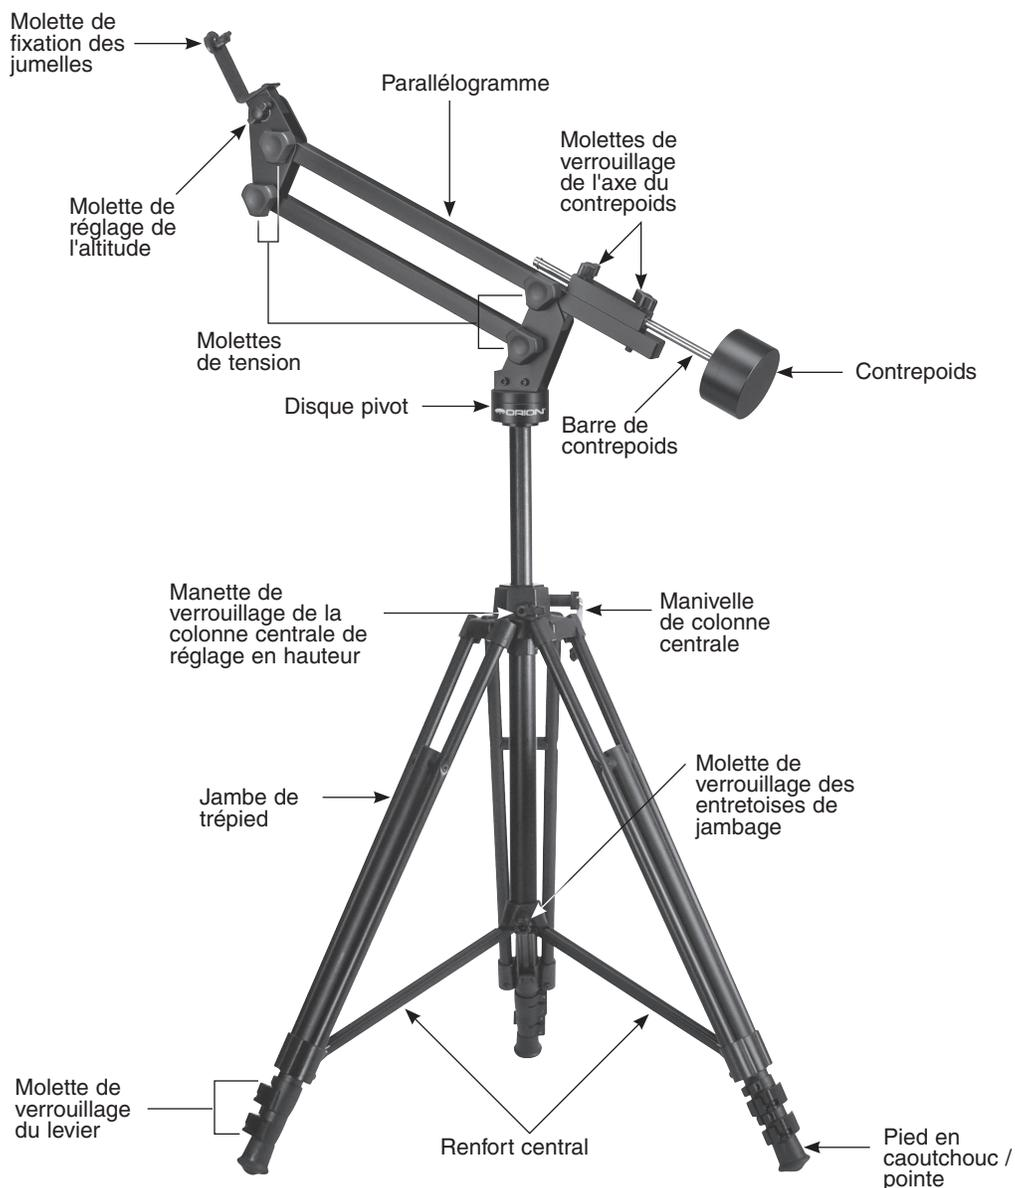

Figure 1. Monture de jumelles Paragon-Plus
Les instructions concernent la fixation à un trépied Paragon-Plus (fourni avec le # 5379), ou à tout autre trépied suffisamment solide que vous auriez déjà. Vous aurez besoin d'un tournevis à tête plate et une clé hexagonale de 2 mm pour fixer la monture des jumelles sur le trépied. Consultez la figure 1 pendant le montage.
- 2) Tournez la monture de jumelles à l'envers. En dessous du disque pivot (figure 1) se trouve un filetage femelle de 3/8" (9,5 mm) avec une tige fileté en laiton de 1/4"-20 (6,4 mm, 20 filets au pouce). Selon le trépied utilisé, vous devrez peut-être la retirer. Comparez la taille de la tige fileté du trépied avec celle de la tige en laiton. Si la tige en laiton est trop petite, enlevez-la. Elle doit être retirée pour adapter le trépied Paragon-Plus fourni avec le modèle # 5379. Retirez-la avec le tournevis à tête plate.
- 3) Écartez au maximum les jambes du trépied et verrouillez-les à l'aide des molettes de verrouillage des entretoises de jambage (figure 1). Maintenez les jambes le plus bas possible pour l'instant. Le trépied Paragon-Plus dispose d'une très large base pour une stabilité accrue. La stabilité est meilleure lorsque les trois entretoises de jambage sont au plus bas de la colonne centrale. La molette de verrouillage des entretoises doit être serrée pour consolider la position. Lorsque vous utilisez la monture de jumelles, les jambes du trépied doivent toujours être entièrement déployées ; sinon, le poids de la monture pourrait faire se renverser le trépied.
Votre monture Paragon-Plus pour jumelles est maintenant montée et doit correspondre à la figure 1.